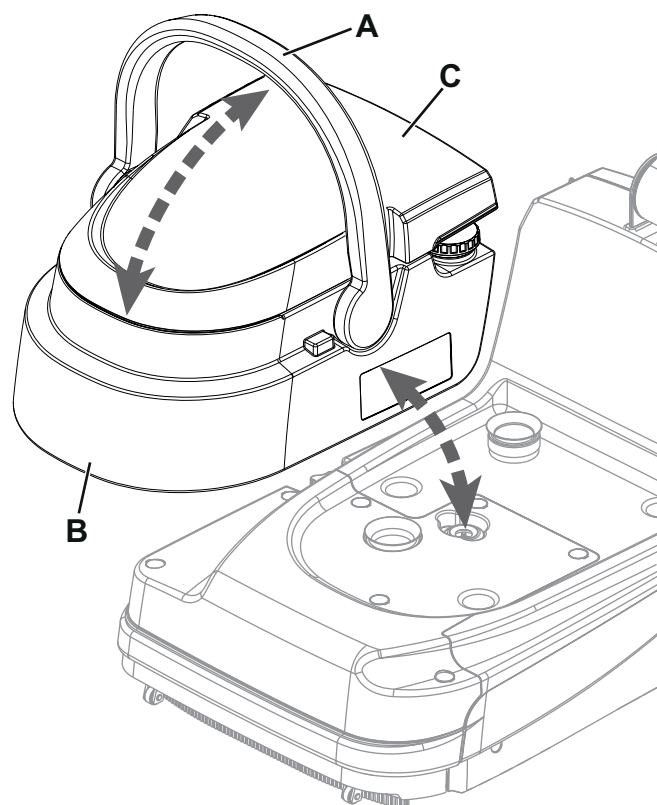

Figure 6
3. Tourner et saisir la poignée (A, Fig. 6) pour soulever le bac de réservoirs (B) de la machine.
4. Enlever le couvercle (C) et vider le réservoir d'eau de récupération, en fin de lavage, rincer le réservoir à l'eau claire.